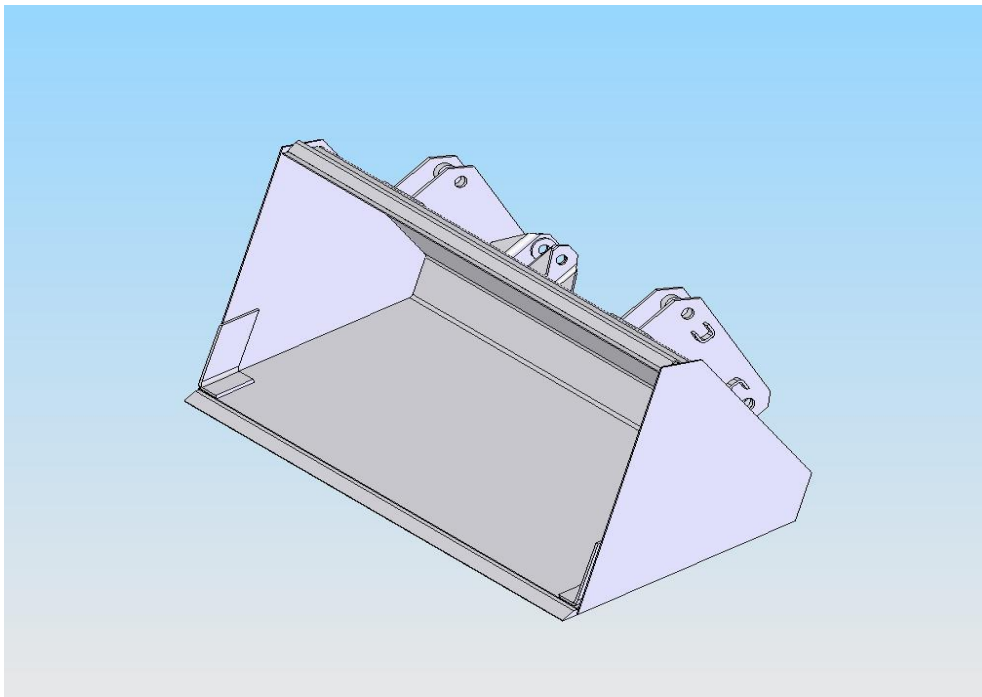

Рис.2 Ковш 0,22 м³
- ковш ПЗ20-2 (рис.2) вместимостью $0,22 \text{ м}^3$ – для работы с малосыпучими и сыпучими грузами удельным весом $10 \dots 15 \text{ кН/м}^3$ ($1,0 \dots 1,5 \text{ тс/м}^3$)
Навесное устройство (рис.2) включает в себя крепящиеся на лонжеронах трактора две панели 1, связанные между собой балкой 2
4.3.1. Ковш. (рис.2)
На задней стенке ковша, приварены два кронштейна 1 (рис.2), при помощи которых ковш присоединяется к раме подъема и гидроцилиндрам поворота рабочих органов.